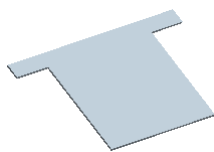
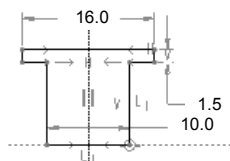

图 11.6.2 创建平整钣金壁特征 1
图 11.6.3 截面草图
Step2. 创建图 11.6.2 所示的平整钣金壁特征 1。选择下拉菜单 **插入(I)** **钣金件壁(W)** **分离的(O)** **平整(A)...** 命令, 选取 TOP 基准面为草绘平面, 选取 RIGHT 基准面为参照平面, 方向为 **右**; 绘制图 11.6.3 所示的截面草图; 钣金壁厚值为 0.2。